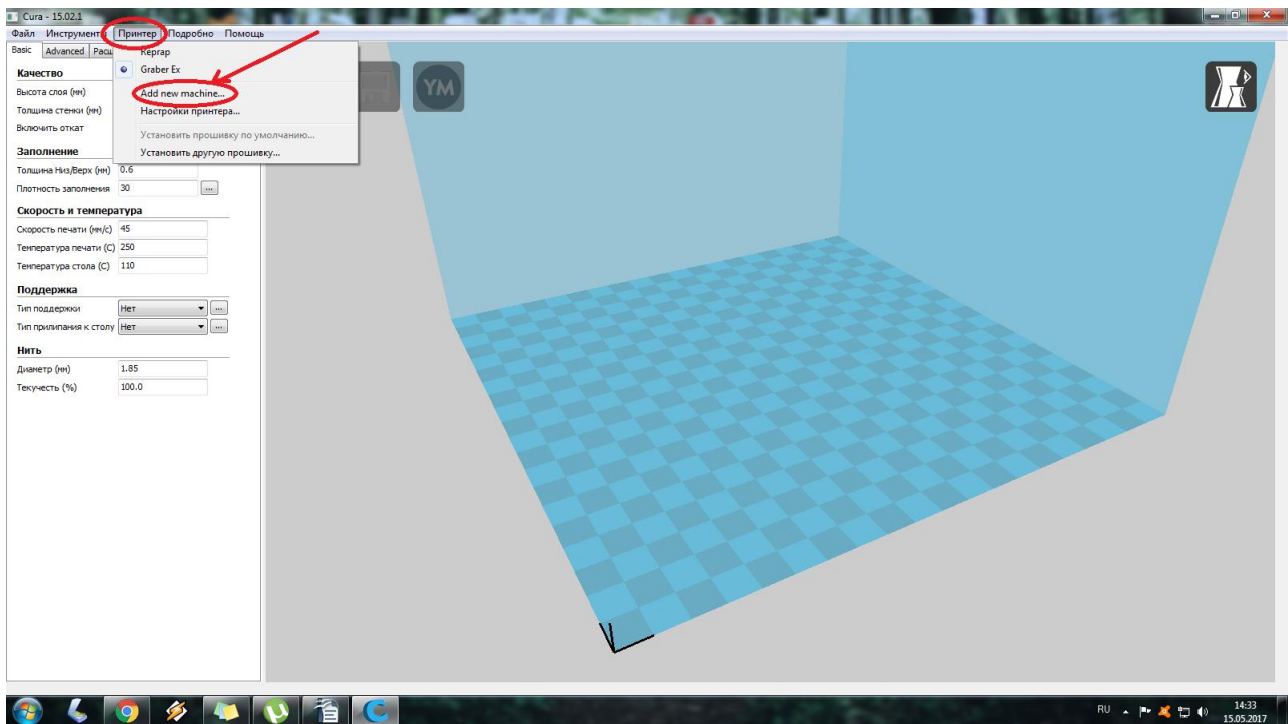

Рисунок 16. « Add new machine»
15) В программе «Cura» выберите файл «Принтер» и нажмите «Add new machine», рисунок 16